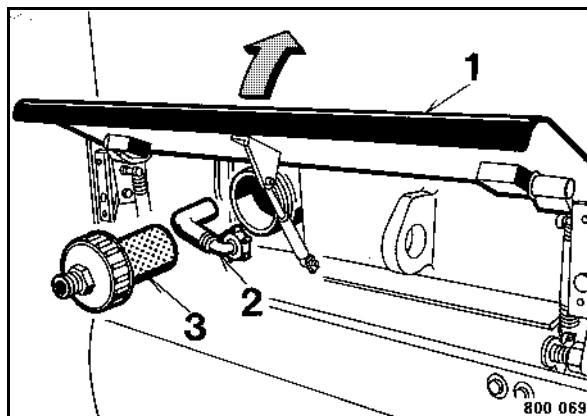

fig. 115
- Ouvrir le capot arrière 1 (fig. 115).
- Dévisser l'écrou-raccord (2).
- Dévisser puis nettoyer le filtre à eau (3).